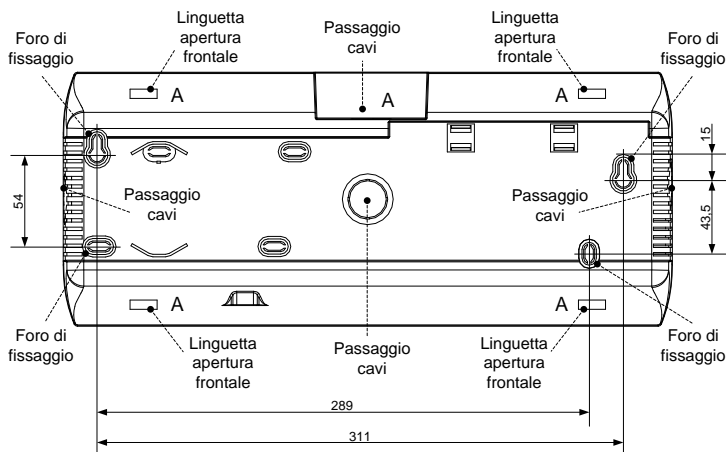

Figura 2 - Vista posteriore – dimensioni in mm
- Procedere all'installazione a muro utilizzando gli appositi fori di fissaggio a rompere presenti sul fondo del contenitore (come indicato in *figura 2*).